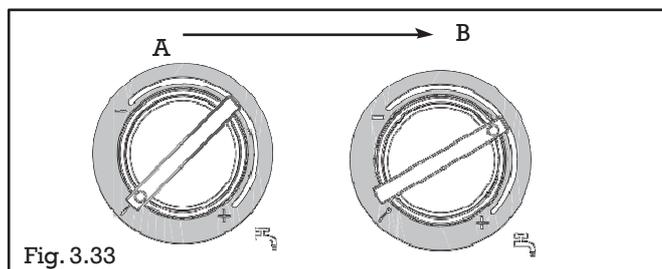

Fig. 3.33
- Ruotare il selettore di temperatura acqua sanitario nella posizione funzione analisi combustione  (Fig. 3.33 - **A**).
Solamente per il **Metodo 1**: ruotare il selettore con il simbolo "☰" compreso tra + e - (Fig. 3.33 - B).